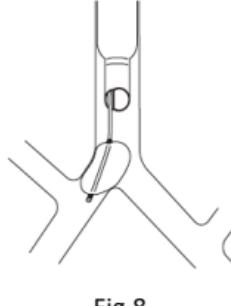

Fig.8
- 1)&2) Les problèmes mentionnés précédemment peuvent résulter du fait que le ballonnet du bloqueur est hors position dans la lumière de la trachée (hernie) en réduisant ainsi le diamètre (Fig. 8).
7. SI une hernie du type décrit en Fig. 8 apparaît, l'hypoxémie peut être supprimée par simple dégonflage du ballonnet.